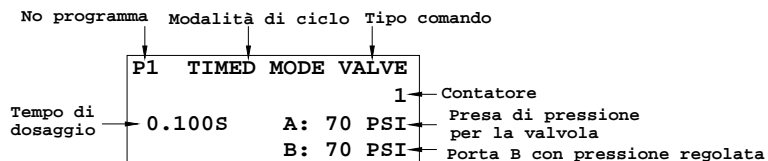

Figura 3.0
4. Premere contemporaneamente i pulsanti della modalità (2) e di impostazione (3) finché sull'angolo superiore destro del display non viene visualizzato "VALVE" (Valvola) come mostrato nella figura 3.0.